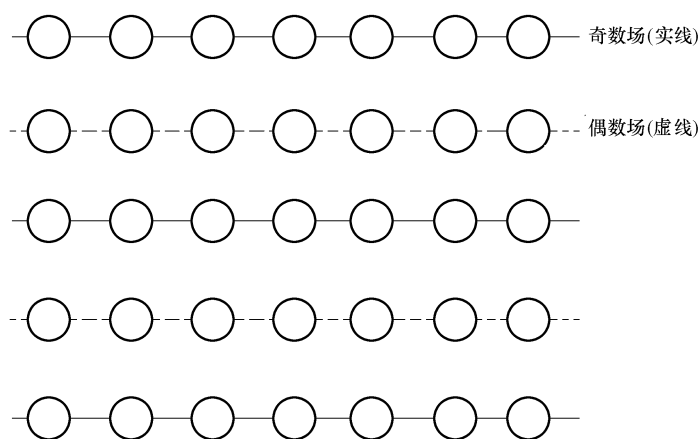

图 15-18 固定型采样结构示意图
2) 固定型。如图 15-18 所示是固定型采样结构示意图, 从图中可看出, 在这种采样结构中每一场中的采样点都重合, 而且都对齐。在帧存储器中由于前后帧的采样点都精确地处于相同的空间位置上, 这样可大大地简化特技重放和降噪等数字处理电路的复杂性。为了获得这种采样结构, 就